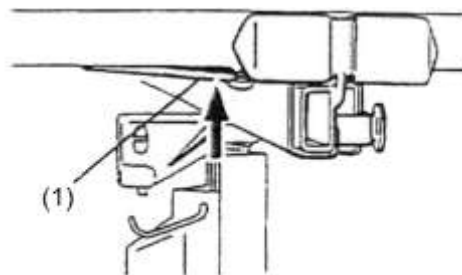

Figure 15
3. Retirez les supports de traverse en appuyant sur le compensateur à ressort et en faisant glisser les supports de la douille ajustée (Fig. 15).